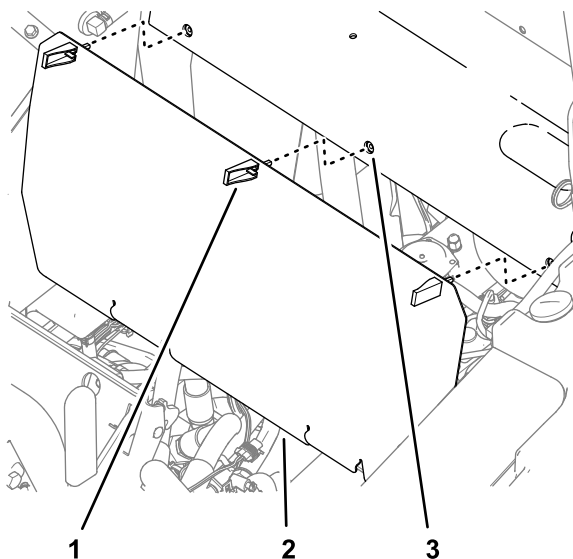

Figure 3
1. Ouvrez les verrous du panneau arrière (Figure 3).
2. Déposez le panneau arrière de la machine (Figure 3).